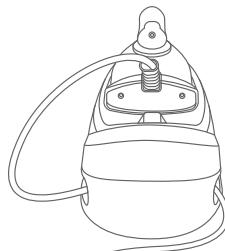

Fig. 1
1. Coloque la base de la estaci n de vapor (5) sobre una superficie estable, nivelada y firme.
2. Quite la manguera de entrada de vapor (12) del compartimento para guardarla (6). Desenrolle completamente la manguera de entrada de vapor y el cable de alimentaci n (13).
3. Aseg rese de que la plancha est  colocada correctamente sobre la plataforma con aislamiento t rmico (11) (**vea la fig. 1**).